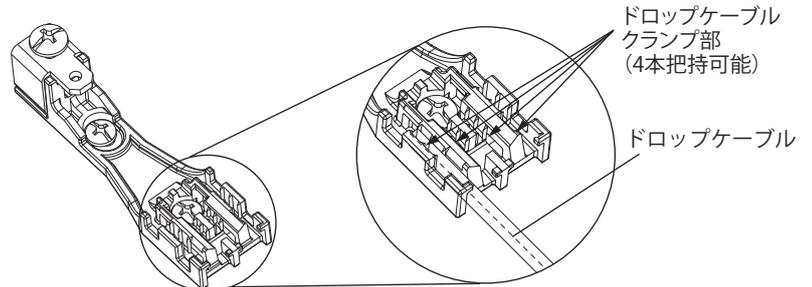

図6 ドロップケーブル固定
3. ドロップケーブルクランプ部にドロップケーブルを挿入して固定してください。(図6)